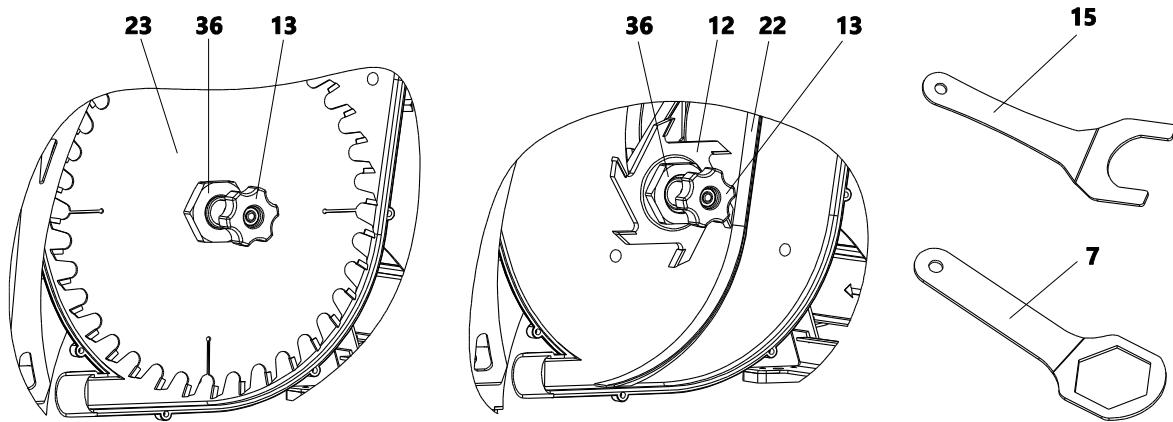

Рис. 14 Демонтаж пильного диска. Установка фрезы
- открутить гайку-барашек регулировки глубины пропила 13 пильного диска 23 (рис. 14);
- установить гайку-барашек регулировки глубины пропила 13 на рабочее место (рис. 14);
- с помощью кольцевого гаечного ключа 7 расфиксировать резьбовое соединение гайки зажимной 36 (рис. 14);
! Гайка 36 имеет левое резьбовое соединение. Закручивание — против часовой стрелки, откручивание — по часовой стрелке (рис. 14а).
Рис. 14а Установка ключей при демонтаже пильного диска/фрезы